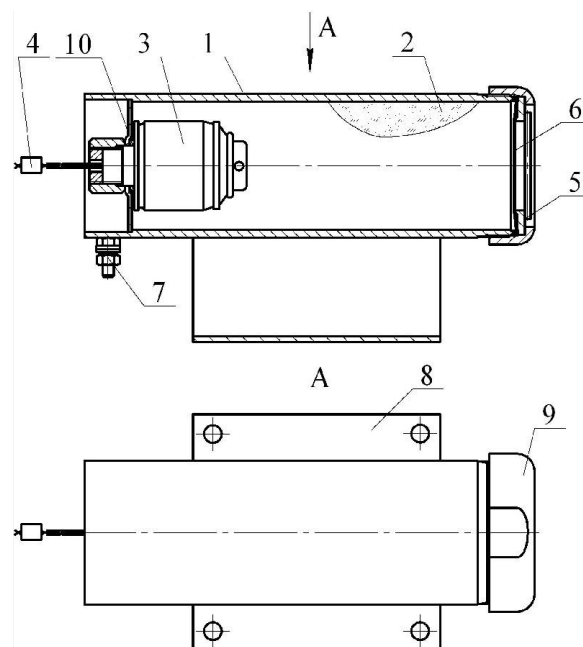

Figura 1
4.1.1 Modulul MPP (vezi Figura 1) este compus din carcasa 1 în care sunt amplasate pulbera de stingere (PS) 2 și sursa de gaz rece (SGR) 3 cu elementul declanșator electric 4. În partea frontală a carcasei este amplasată pulverizatorul duza 5, al cărei orificiu de evacuare este obturat de membrana 6. Modulul este prevăzut cu borna de împământare 7.